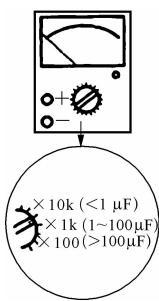

图 1-1-3 万用表量程选择
(1) 检测电解电容器
① 步骤一：万用表量程选择。电解电容的容量较一般固定电容大得多，所以在测量时，应针对不同容量选用不同的量程。根据经验，一般情况下，小于 $1 \mu\text{F}$ 的电容可用 $\text{R} \times 10 \text{ k}\Omega$ 挡测量； $1 \sim 100 \mu\text{F}$ 间的电容，可用 $\text{R} \times 1 \text{ k}\Omega$ 挡测量；大于 $100 \mu\text{F}$ 的电容可用 $\text{R} \times 100 \Omega$ 挡测量。万用表量程选择见图 1-1-3。